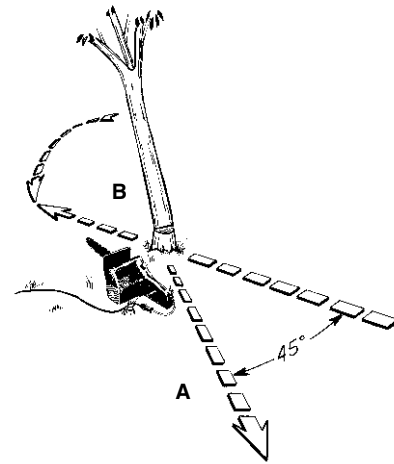

Fig.17
Il est nécessaire de prévoir une retraite (A) sûre, libre de tout obstacle avant d'entreprendre la coupe de l'arbre. Le chemin de dégagement devrait être situé à l'arrière et en diagonale de la direction de chute prévue; voir Figure 17.
**REMARQUE :** L'entaille d'abattage contrôle la direction de la chute (B). Avant toute entaille, prendre en considération l'emplacement des grosses branches et l'inclinaison naturelle de l'arbre pour déterminer la direction de la chute de l'arbre.
Lorsque le trait d'abattage se rapproche de la charnière, l'arbre devrait commencer à tomber. A ce moment, enlever la tronçonneuse de la coupe, arrêter le moteur, déposer la tronçonneuse, et quitter les lieux, utilisant votre voie de retraite (Figure 17).